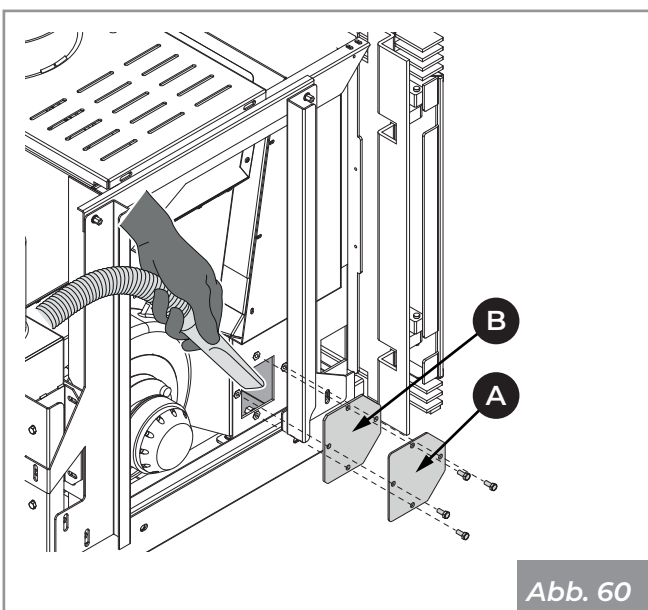

Abb. 60
- Entfernen Sie die Asche in dem Bereich, der in (Abb. 60) gezeigt wird.